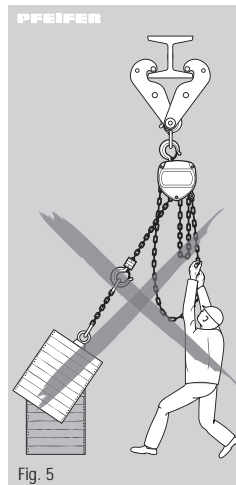

Fig. 5
- La traction oblique, à savoir la sollicitation latérale de l'axe de suspension et des flasques latéraux en raison d'une charge non correctement accrochée, est interdite (Fig. 5). Toujours soulever les charges en ligne droite entre le point de suspension et le point d'arrimage de la charge.